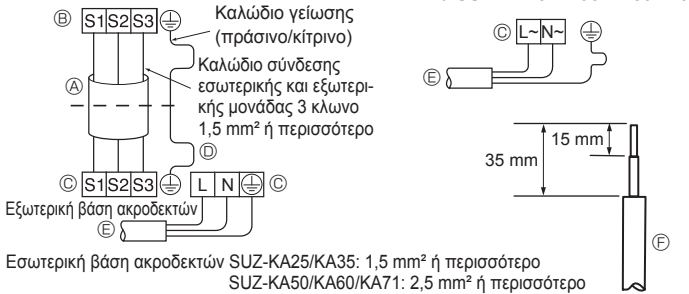
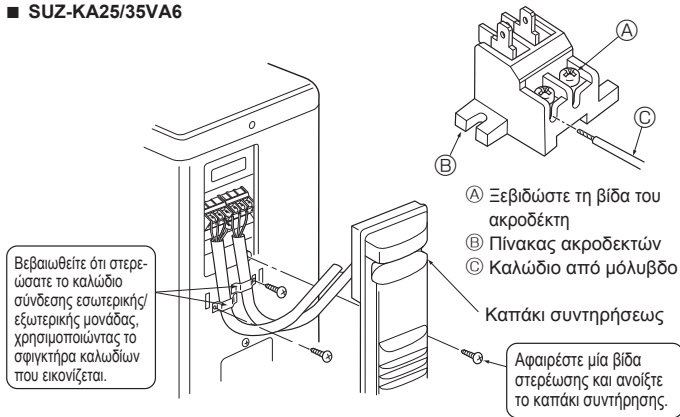
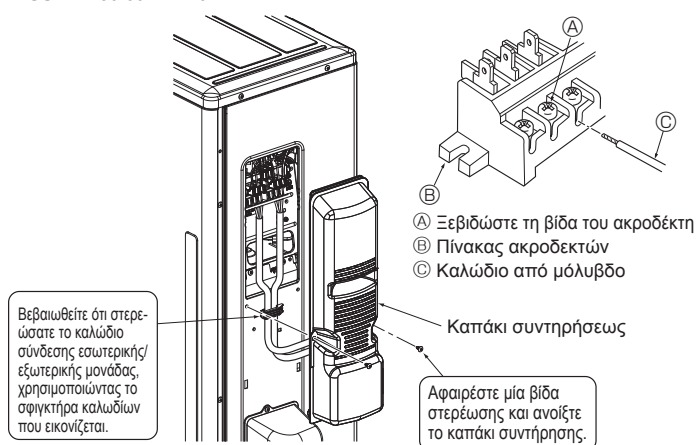

Fig. 6-2
Fig. 6-3
Fig. 6-4
6.1. Εξωτερική μονάδα (Fig. 6-1, Fig. 6-2, Fig. 6-3, Fig. 6-4)
- ① Βγάλτε το καπάκι συντήρησης.
- ② Συνδέστε τα καλώδια σύμφωνα με τις Fig. 6-1, Fig. 6-2, Fig. 6-3 και Fig. 6-4.
- Εκτελέστε την καλωδίωση, όπως φαίνεται στο διάγραμμα κάτω αριστερά. (Προμηθευτείτε το καλώδιο επί τόπου) (Fig. 6-2)